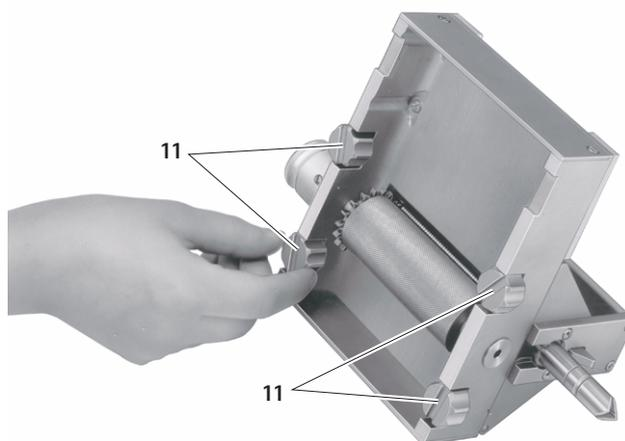

Рис. 1
- ▶ Развернуть режущее устройство 4 таким образом, чтобы стали видны четыре винта 11, см. Рис. 1.